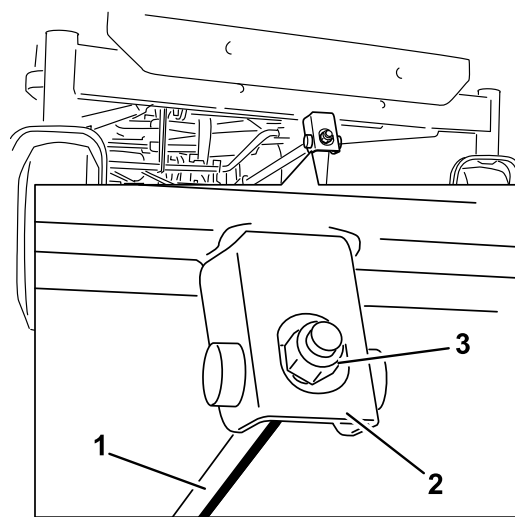

Figure 67
6. Pour régler l'inclinaison avant/arrière des lames, tournez l'écrou de réglage à l'avant du plateau de coupe (Figure 67).